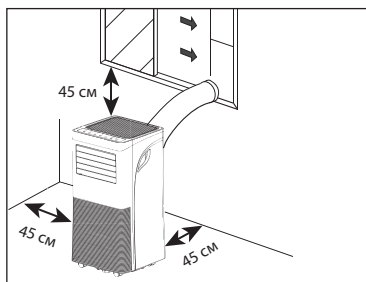

Рис. 2
4. Для эффективной работы прибора соблюдайте свободное расстояние 45 см от стенок прибора (см. Рис. 2).